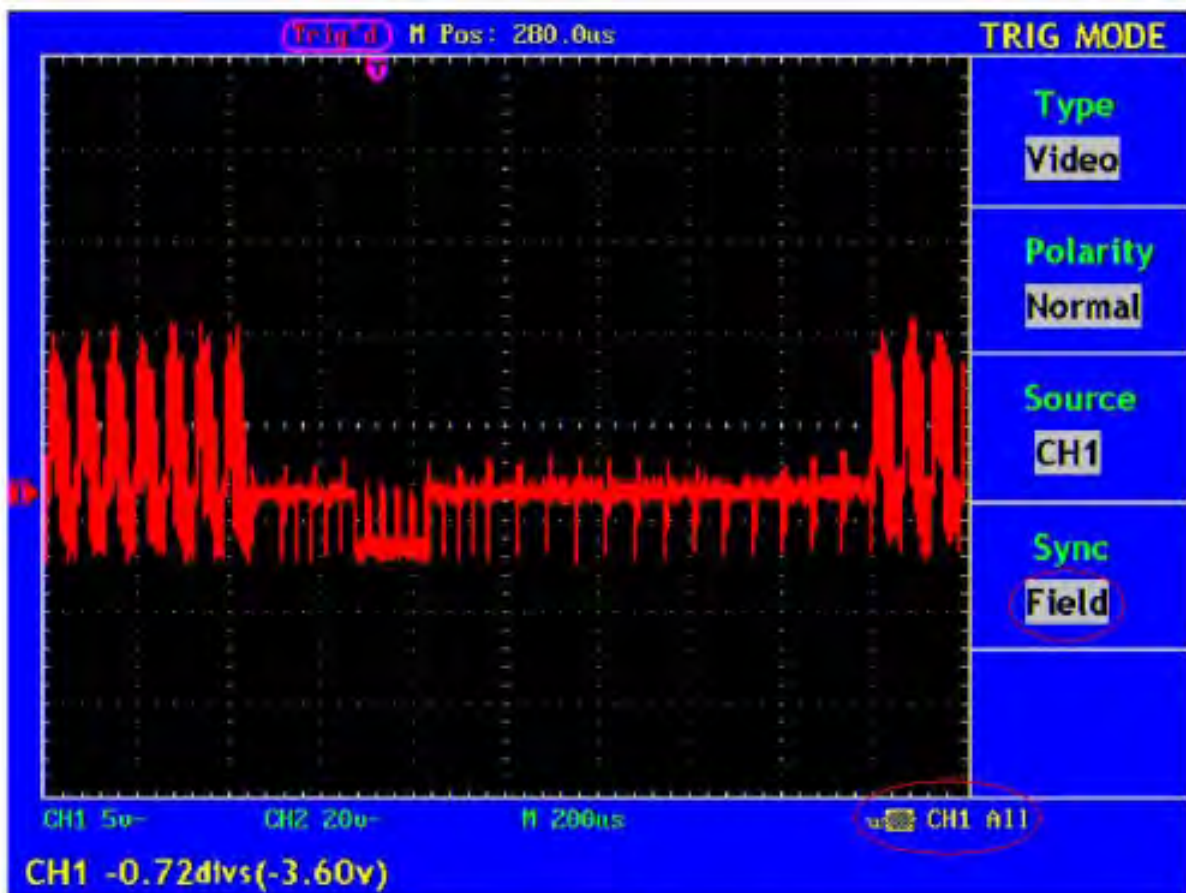

Abb. 59 Wellenform, erzeugt durch Videofeldtrigger
6. Betätigen Sie die Einstellknöpfe **VOLTS/DIV**, **VERTICAL POSITION** und **SEC/DIV**, um die Wellenform entsprechend anzuzeigen (siehe Abb. 59).